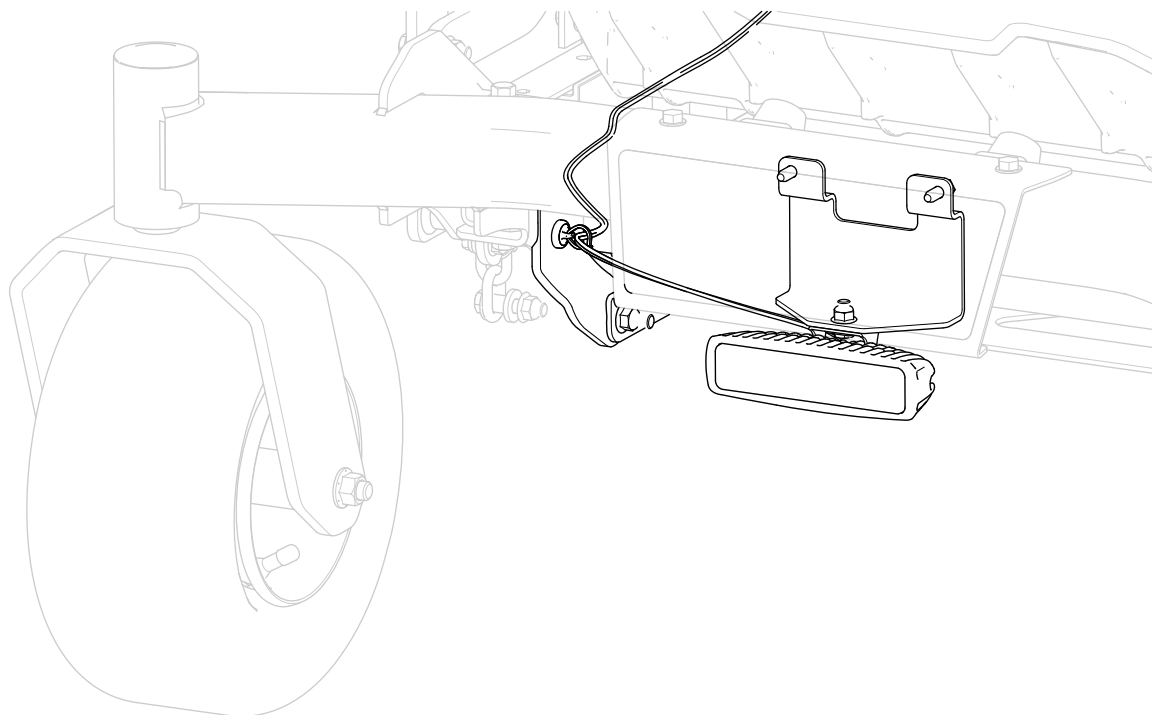

Bild 11
6. Verlegen Sie den Kabelbaum von der Vorderseite der Maschine entlang der rechten Seite der Maschine und bringen Sie die magnetische Kabelbinderbefestigung an der rechten Schwenkplatte an (Bild 11).